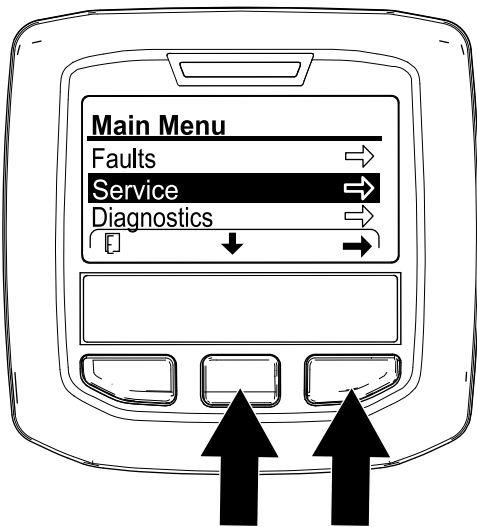

Рисунок 177
4. В инфо-центре перейдите в MAIN MENU (ГЛАВНОЕ МЕНЮ) (Рисунок 177).